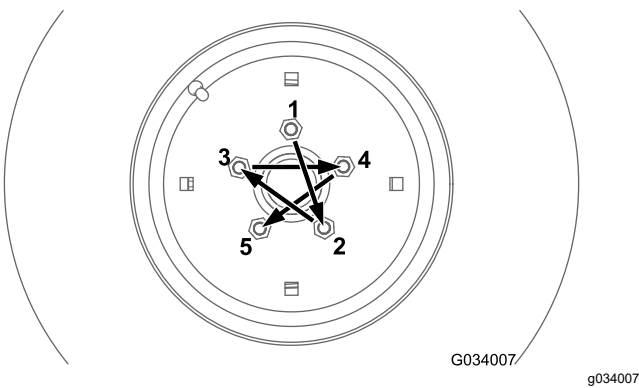
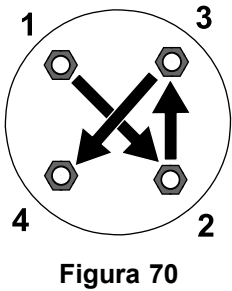

Figura 69
Figura 70
Strângei prezoanele de la roile față i spate (doar maini cu traciune integrală) conform unui model, aa cum se arată în Figura 69 i Figura 70 la cuplul specificat.
- Roi față: consultați Figura 69
- Roi spate (doar maini cu traciune integrală): consultați Figura 70